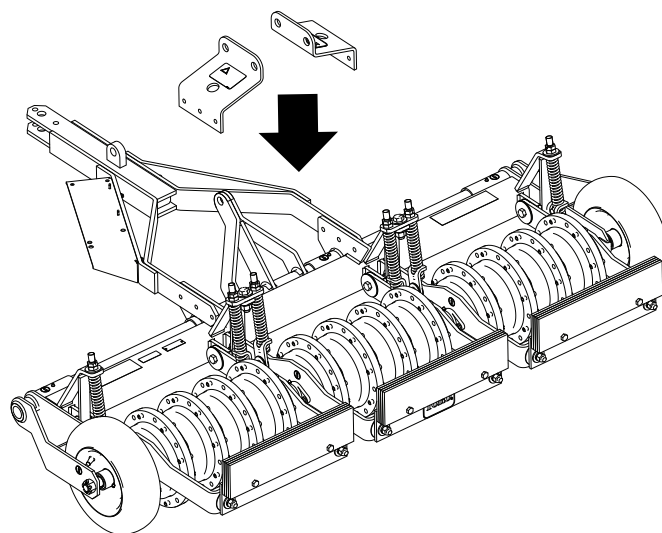

Рисунок 5
3. Совместите кронштейны на аэраторе, как показано на Рисунок 5.